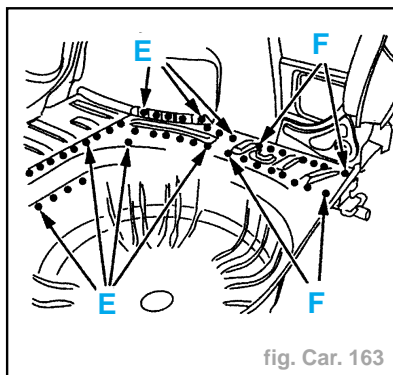

fig. Car. 163
- Meuler les points bouchons (fig. Car. 163).